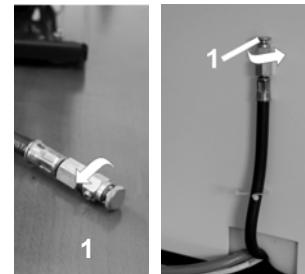

Fig.11
##### Compresseurs sans sécheur d'air (Fig.11, Fig.12)
Au cas où le compresseur ne sera pas utilisé pendant une période plus longue, il est recommandé de vidanger le liquide condensé du réservoir de pression et mettre le compresseur en fonctionnement pour une durée d'environ 10 minutes avec la vanne de purge (1) ouverte – (Fig.11, Fig.12) Ensuite arrêter le compresseur par le rupteur (3) sur l'interrupteur de pression (Fig.10), fermer la soupape de vidange du condensé et débrancher l'installation du réseau.
- Laisser sortir l'air comprimé du réservoir en ouvrant la soupape de vidange du condensé (1) (Fig.11, Fig.12).